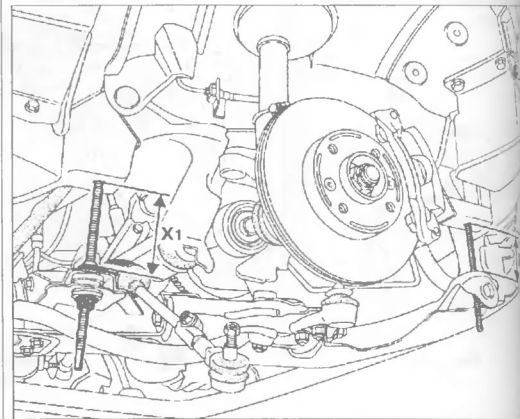

Рис. 4.21
8. С помощью резьбовых стержней приспособления **Mot. 1233-01** постепенно опустите подрамник до получения размеров приблизительно X1 = 7 см и X2 = 9 см (рис. 4.21).